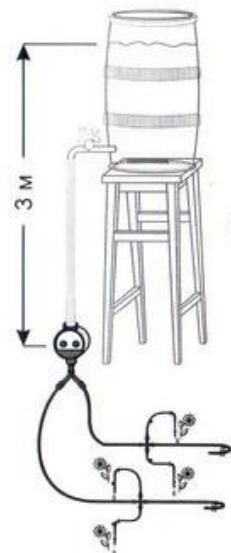

Рис. 2
1.2. Полив из Бочки (см. рис.2). Установите бочку на крепкую подставку, на высоте от 3 метров и выше. Закрепите Клапан на подставке, на уровне земли. Т.е. давление на входе клапана должно быть не менее 0,3 Атм. Далее – аналогично п.1.